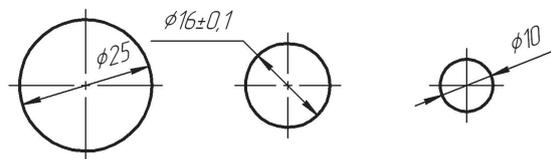

Рис. 3.8-2
2. Указать курсором окружность $\varnothing 25$ мм и выбрать место нанесения размерной линии (рис. 3.8-2).
Выбрать на вкладке **Дополнительные параметры** кнопку **Ручное размещение**  и указать положение размерного числа за осевыми линиями, как показано на рис. 3.8-2.